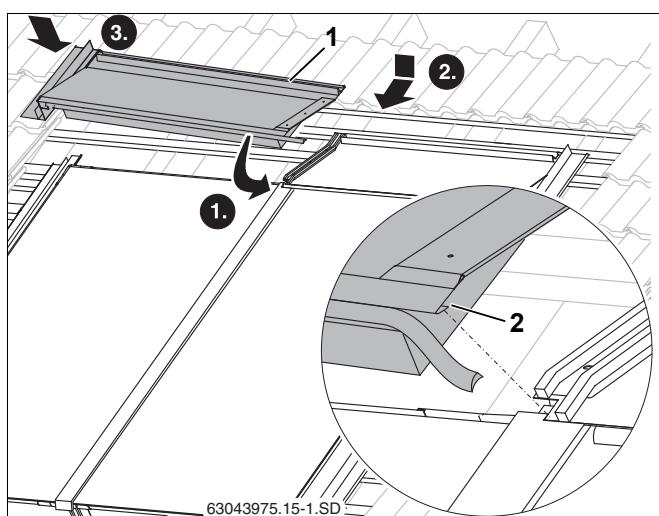

Рис. 57 Верхний левый накладной лист
- ▶ Другие верхние накладные листы заправьте фальцем (рис. 57, **поз. 2**) в уже смонтированный накладной лист и затем придвиньте к коллектору.
- ▶ Введите левый верхний накладной лист (рис. 57, **поз. 1**) в левый боковой накладной лист.